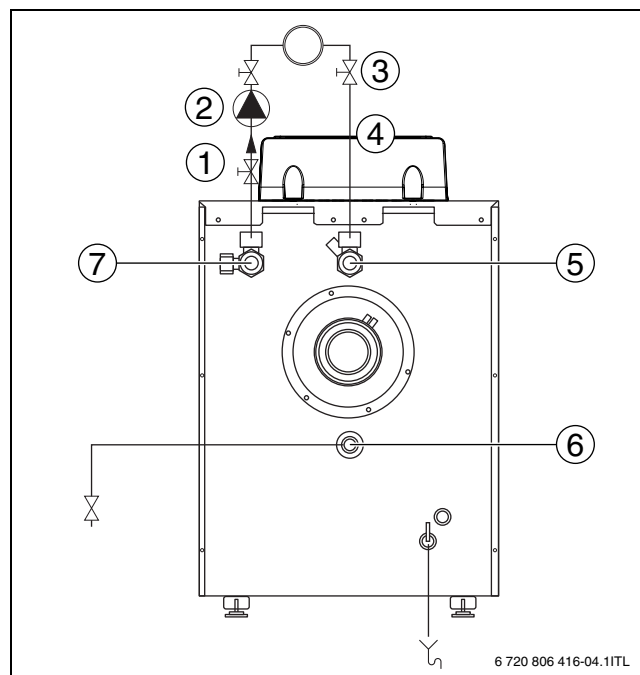

Fig. 14 Esquema de conexión sistema hidráulico
- Instalar el vaso de expansión (AG) para mantener la presión de la instalación en el retorno, delante de la bomba en la instalación (→ fig. 14).
- Instalar una llave de vaciado (KFE) en el retorno (→ fig. 14).